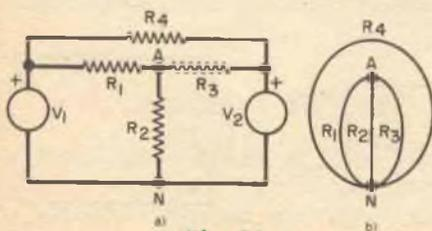

Fig. 24
(1) si pongono tutte le sorgenti di energia indipendenti o dipendenti a zero. Porre una sorgente di tensione a zero significa che essa viene cortocircuitata fuori della rete; porre una sorgente di corrente a zero significa che essa viene staccata od interrotta dalla rete;
(2) tutti gli elementi, come i resistori, vengono sostituiti da tratti lineari, denominati rami; la configurazione che ne consegue viene detta grafico;
(3) si indicano con  $N$  il numero dei nodi del grafico e con  $B$  il numero dei rami;
(4) il numero necessario di equazioni nodali indipendenti è  $N - 1$ ;
(5) il numero necessario di equazioni di maglia indipendenti è  $B - N + 1$ .
**Esempio 22** - Per la rete della *fig. 24-a* si disegni il grafico e si determini il numero minimo di equazioni indipendenti nodali e di maglia. Soluzione: il grafico è rappresentato nella *fig. 24-b*; equazioni